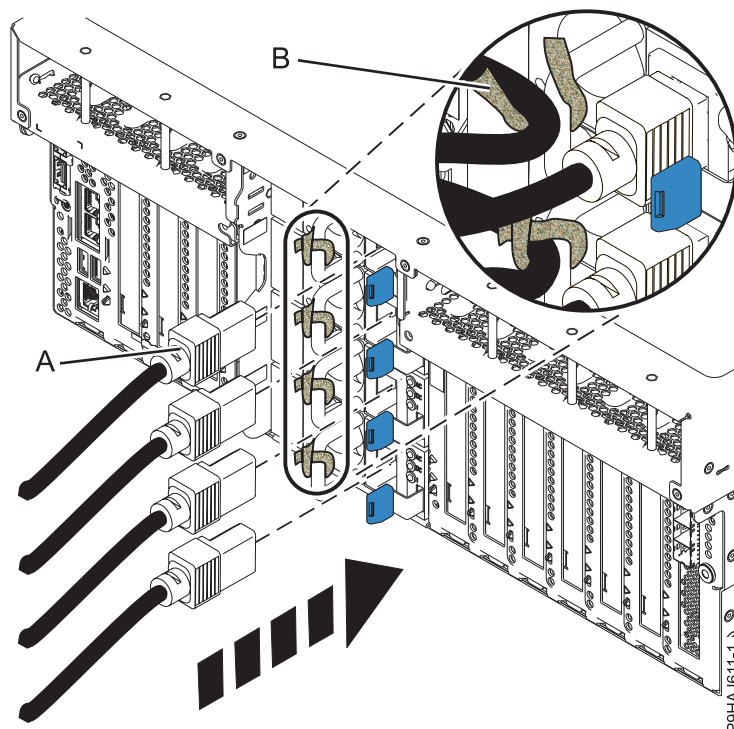
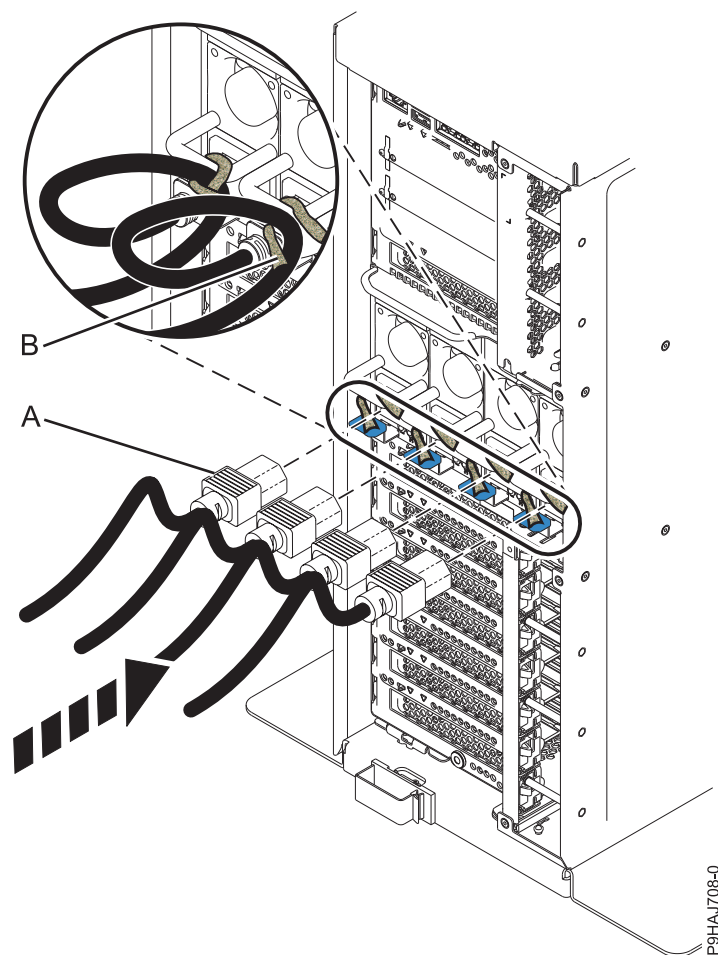

Figura 44. Connexió dels cables d'alimentació a un sistema muntat en bastidor
Figura 45. Connexió dels cables d'alimentació a un sistema autònom
2. Mitjançant les etiquetes, torneu a connectar els cables d'alimentació **(A)** a la unitat del sistema. Colleu els cables d'alimentació **(A)** al sistema utilitzant les brides **(B)**, tal com es mostra a Figura 44 o Figura 45 a la pàgina 62.